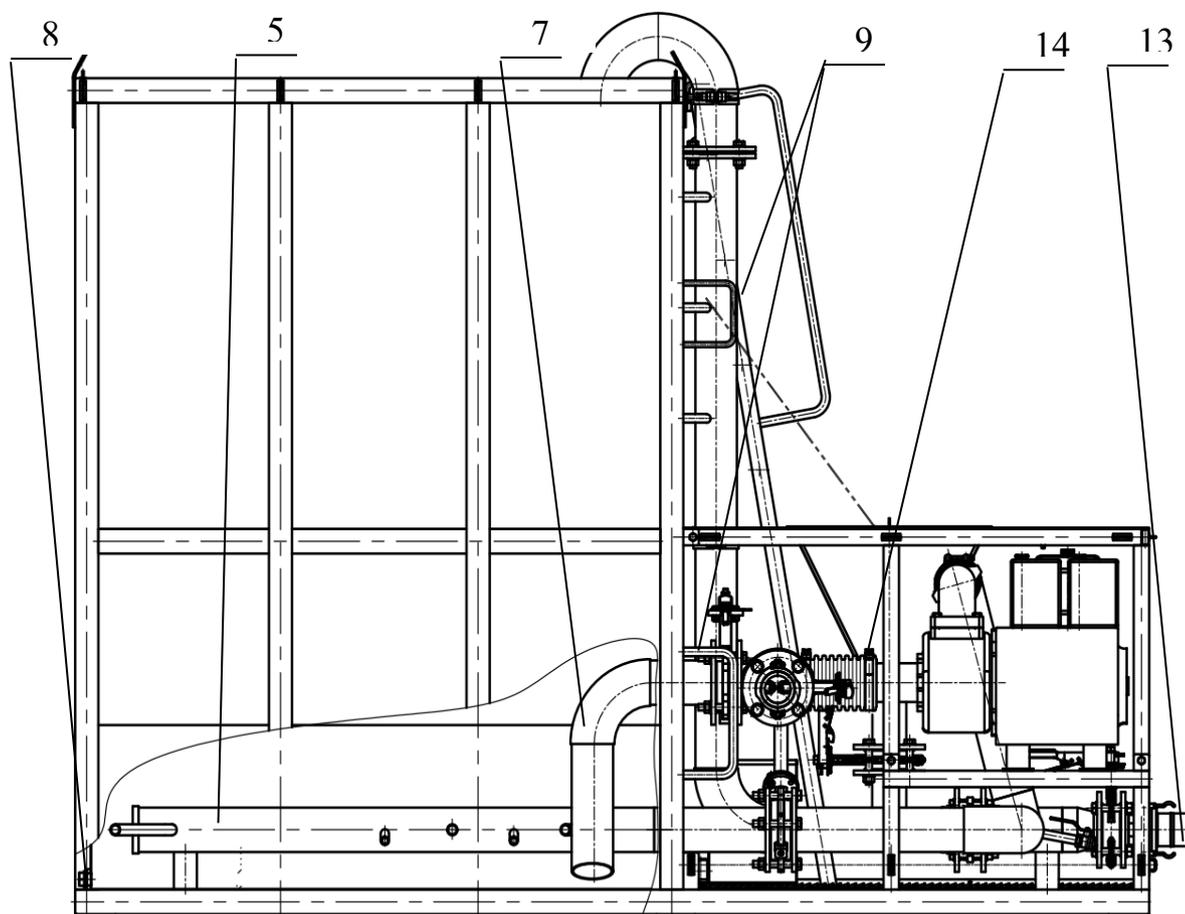
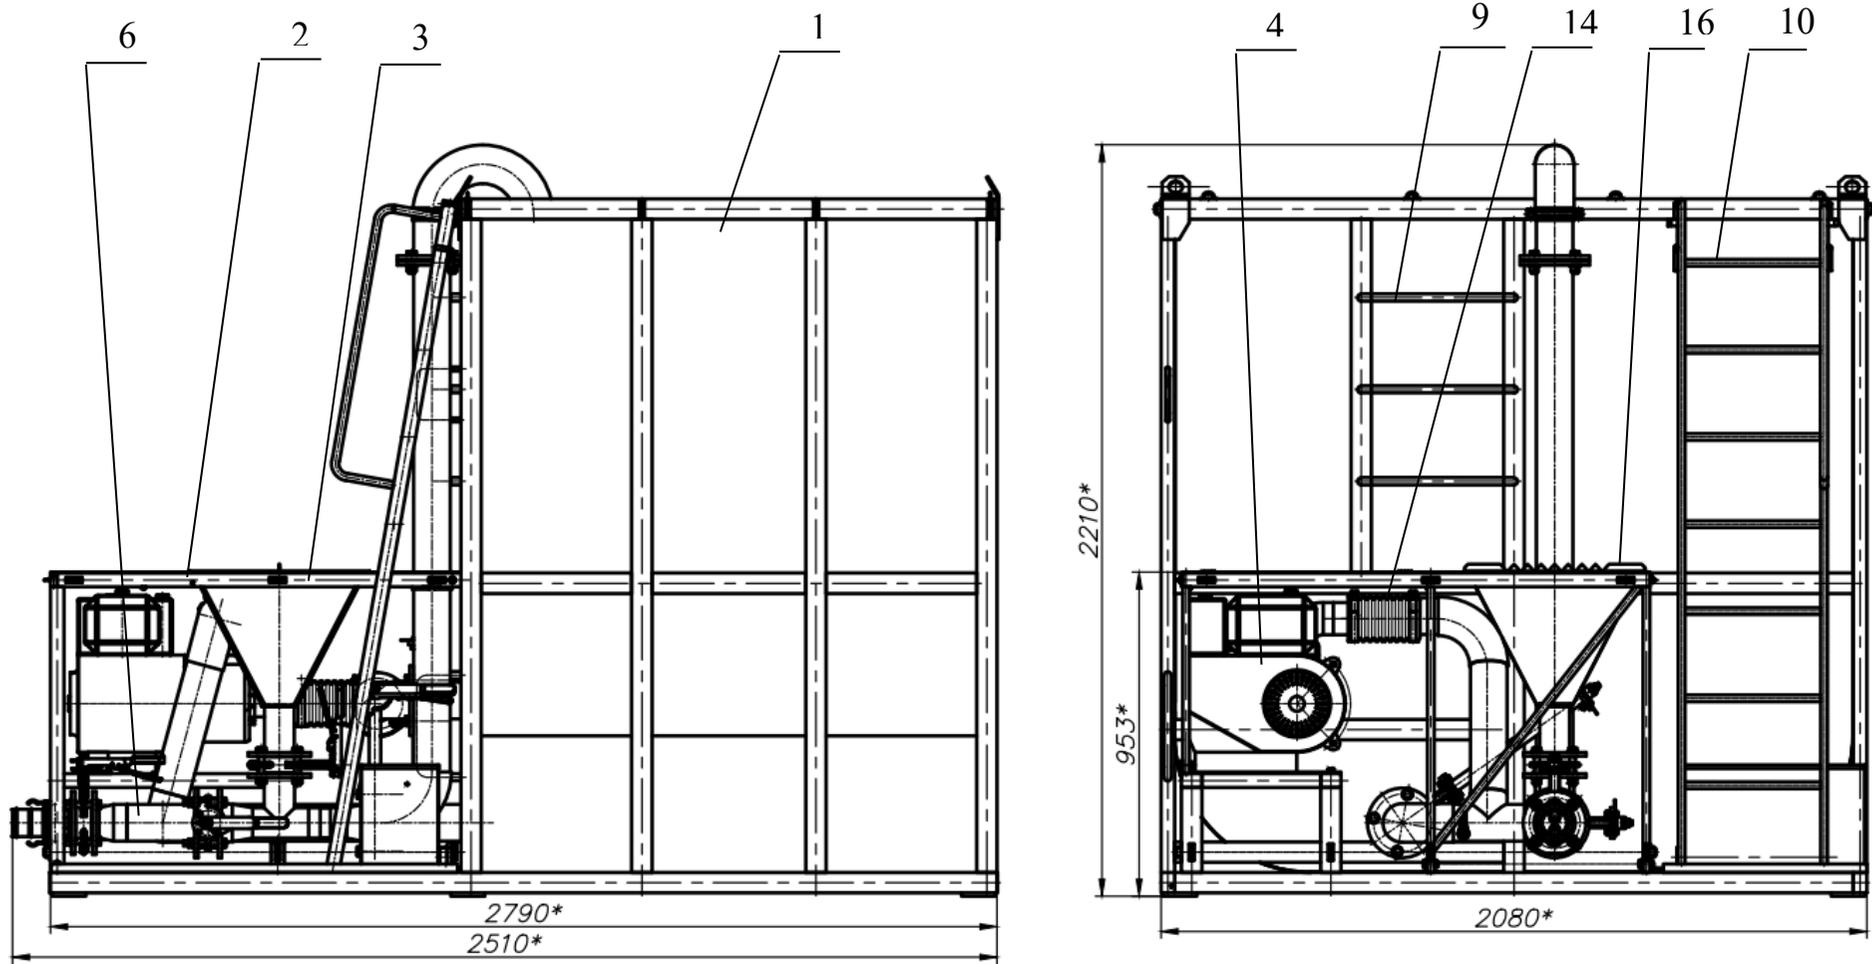
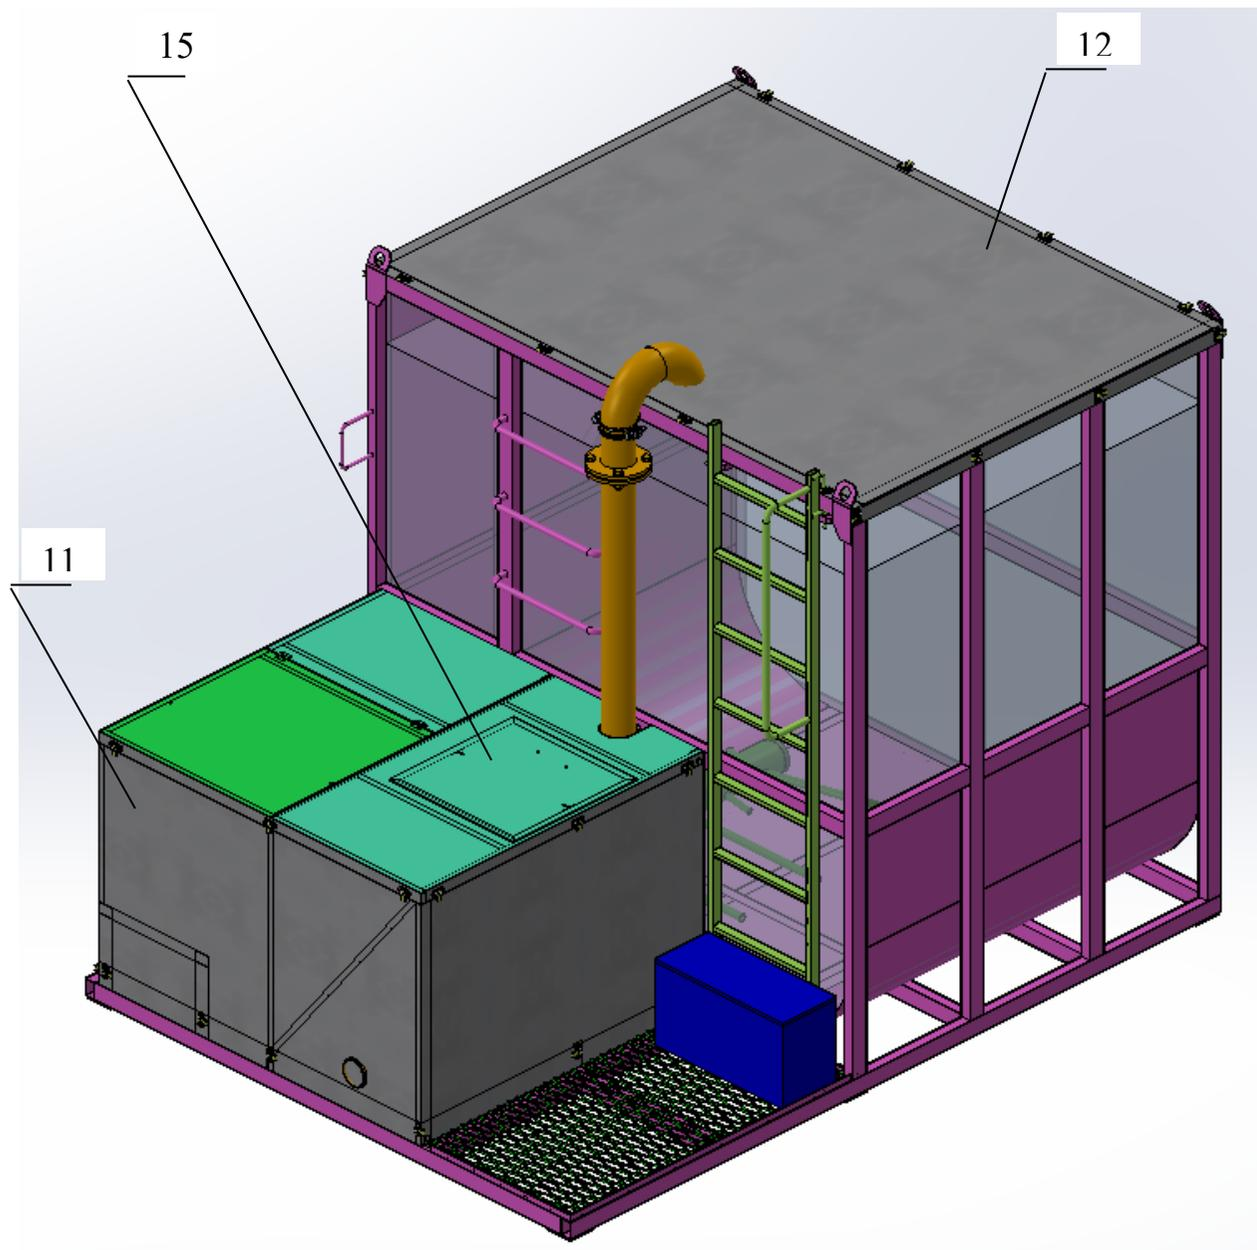

Рис. 1. Насосно-смесительный узел. Общий вид
Рис. 2. Насосно-смесительный узел.
Рис. 3. Насосно-смесительный узел.
Установка смесительная (Рис. 1 и Рис. 2) состоит из:
11. Ограждение блока тентовое - 1 компл.; (Рис. 3)
12. Крышка бака тентовая – 1 компл.; (Рис. 3)
15. Крышка воронки – 1 шт.; (Рис. 3)
Установка состоит из корпуса бака 1 (см. Рис. 1, Рис. 2, Рис. 3) общим объемом 5,8 м³ и насосного модуля 2, размещенного на основании корпуса бака.
Порядок монтажа НСУ (Рис.1):